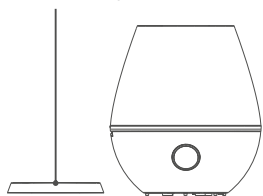

Рис. 1
1. Снимите крышку выхода воздуха и отложите ее в сторону (см. Рис. 1);